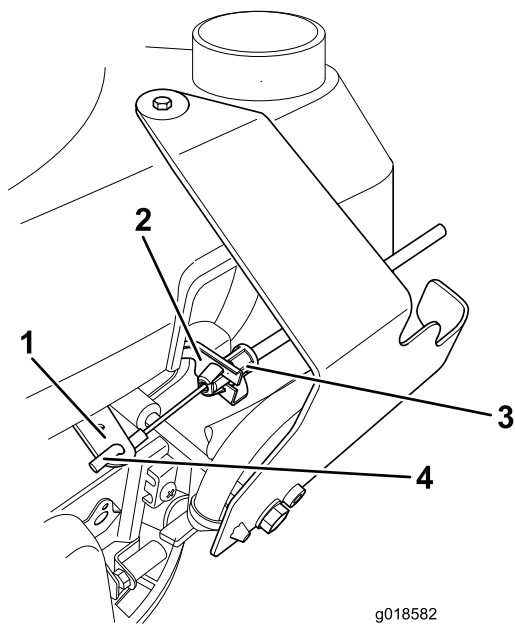

Bild 2
6. Haken Sie das Ende in den Griff, ziehen Sie den Bremsbowdenzug straff und schieben ihn in die Halterung (Bild 2).
10. Verlegen Sie das Motorunterbrechungskabel (Bild 2) durch die Gasbedienung und nach oben zum Schaltbügelarm.